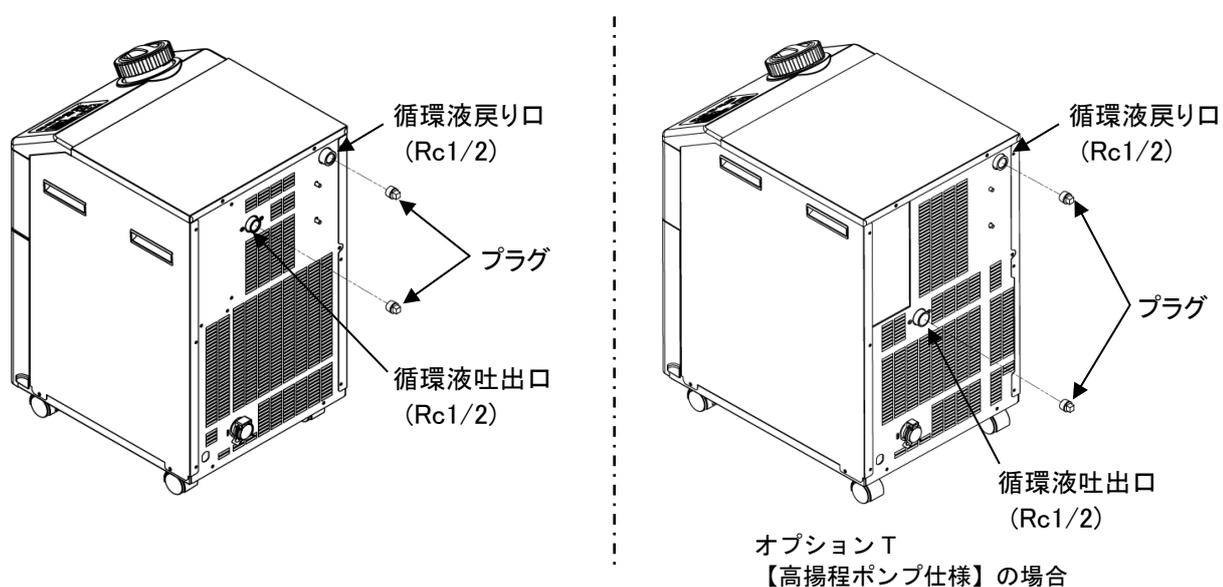

図 7.4-2 プラグの取付け
6. 図 7.4-2 プラグの取付けを参照し、本製品の循環液吐出口・戻り口にプラグ(Rc1/2)を取付けます。